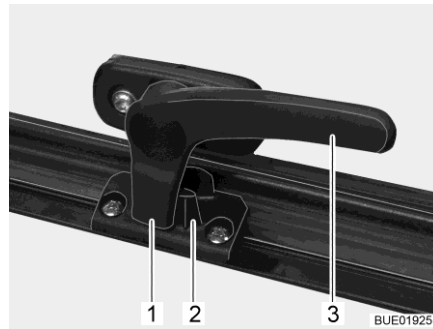

Fig. 21 Palanca de bloqueo en la posición "cerrada"
- Girar la palanca de bloqueo (Fig. 21,3) un cuarto de vuelta hacia la mitad de la ventana.
- Girar la palanca de bloqueo (Fig. 21,3) un cuarto de vuelta hacia el marco de la ventana. El saliente de bloqueo (Fig. 21,1) se encuentra en la cara interior del bloqueo de la ventana (Fig. 21,2).
- En la posición "cerrada fijamente" (Fig. 21).